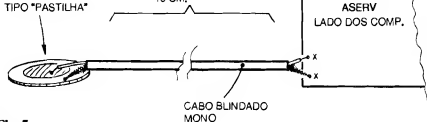

Fig.5
- FIG. 5 - EVENTUAL CONEXÃO LONGA AO TRANSDUTOR... - Ligações compridas à cápsula piezo, pedem cabo blindado mono, condutores vivo e malha devem ser ligados ao transdutor e à placa conforme mostra a figura... O exemplo serve também para referenciar como devem ser fei-